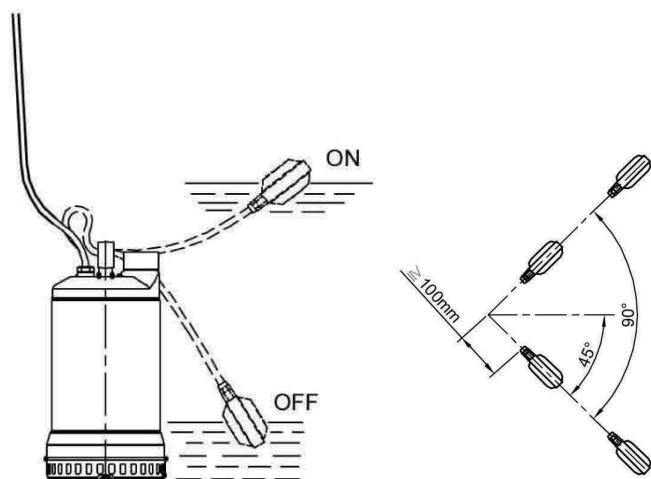

FIG. 2
-  Die Bohrlochabmessungen sollten so sein, dass eine übermäßige Anzahl von Starts pro Stunde vermieden wird. (Fig. 2)